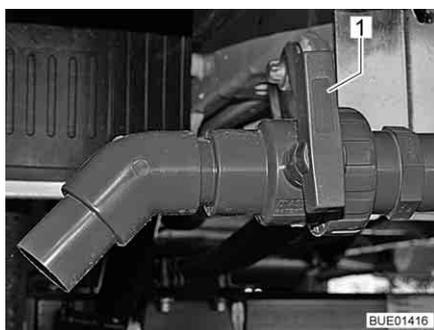

Fig. 238 Rubinetto di scarico (Viseo)
- Girare la maniglia (Fig. 238,1) del rubinetto di scarico nella direzione di scorrimento.